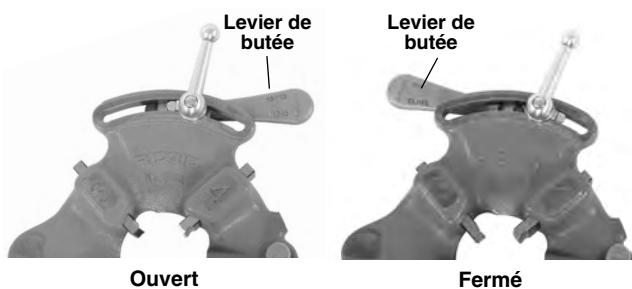

Figure 7 – Levier ouvert/fermé
- Ouvrez le levier de butée (*Figure 7*).